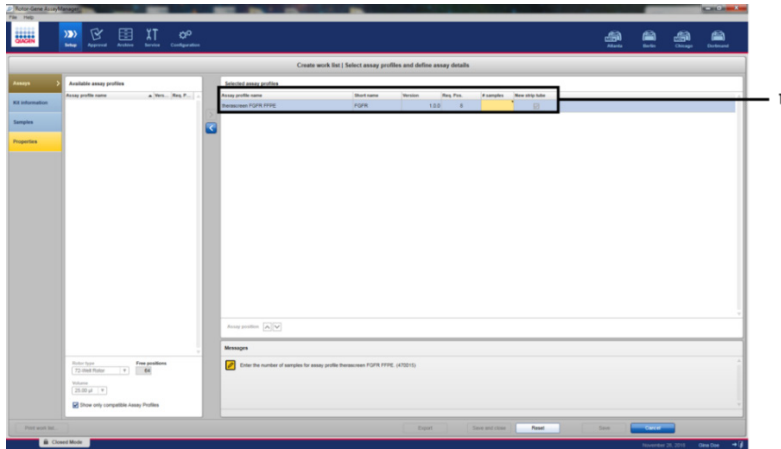

Figure 8. Créer la fenêtre principale de liste de tâches. 1 = ajouter le nombre d'échantillons dans le champ « Assay profile name » (Nom du profil de dosage).
3. Dans la fenêtre « Selected assay profiles » (Profils de dosages sélectionnés), entrer le nombre d'échantillons à tester en excluant le nombre de contrôles (Figure 8).